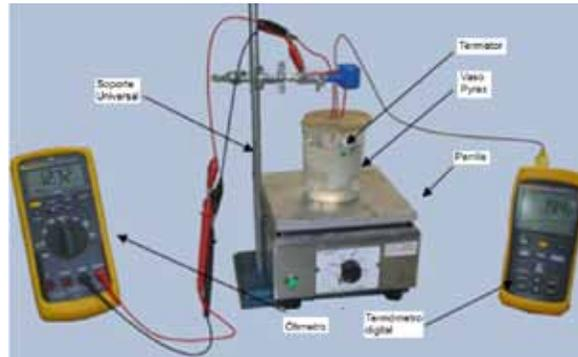

Figura 4.10 Resistencia en función de la temperatura
- p) Arme el dispositivo que se muestra en la figura 4.10, cuidando de ubicar el sensor de temperatura junto al termistor.